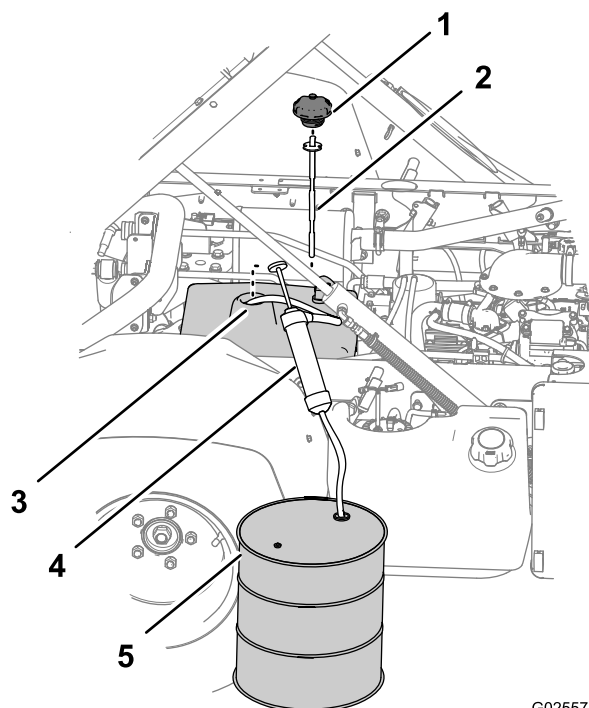

図 91
3. タンクの補給口についているディップスティックとキャップを外す 図 91。
4. サイホンに吸い込みホースを接続し、ホースを油圧タンクの補給口からタンク内部に入れ、タンクの底まで送りこむ 図 91。
5. 吸い込みホースの端を回収容器に入れる 図 91、回収容器は、12 リットルのオイルを回収できる大きさが必要である非TC モデル。ハイフロー油圧キットオプションを搭載している非TC モデルやTC モデルの場合には、20 リットルのオイルを回収できるだけの大きさが必要である。
7. 抜き取りを終了したら、タンクからサイホンを取り外す 図 91。
- 油圧オイルタンクに油圧オイルを入れる。油量は非 TC モデルの場合には 7.5 リットル、ただしオプションのハイフロー油圧キットを取り付けている非 TC モデルの場合や TC モデルの場合は 15.1 リットルである 図 91。
- 油圧オイルタンクの補給口にディップスティックとキャップを取り付ける 図 91。